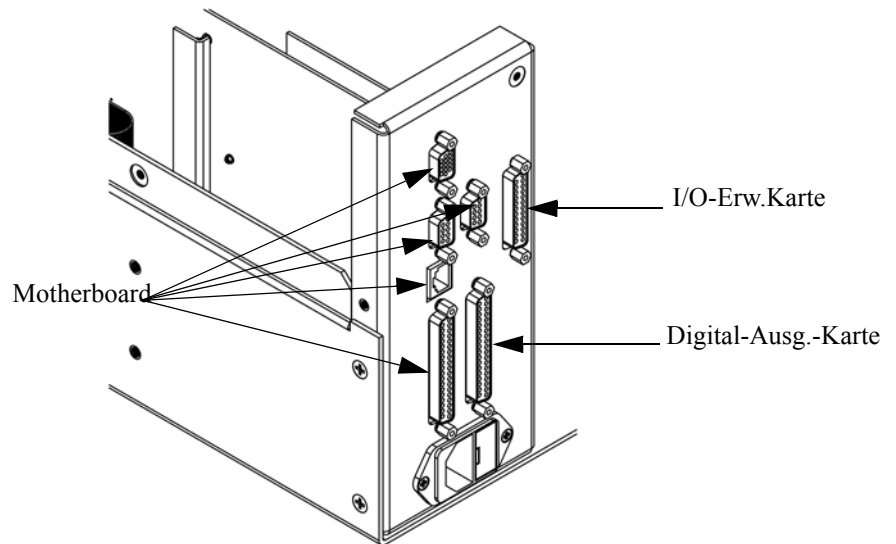

Abb. 7-8. Anschlüsse auf der Geräterückseite
3. Anschließend die beiden Halterungen, mit denen der Stecker der I/O-Erweiterungskarte auf der Geräterückseite befestigt ist, entfernen (Abb. 7-8).
4. Mit Hilfe des Steckschlüssels die beiden Halterungen, mit denen die Karte auf der Rückseite befestigt ist, entfernen (Abb. 7-8).